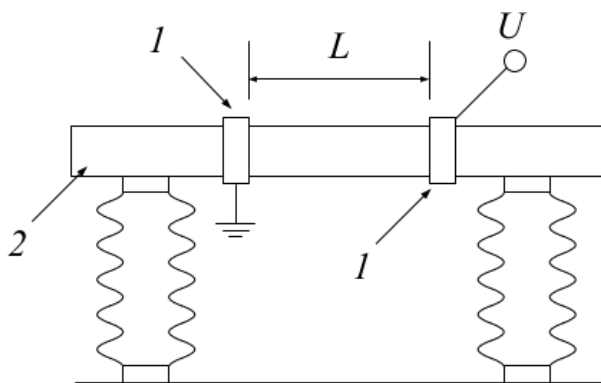

Figure 3 Рис. 3. Макет опорного изолятора
показанной на рис. 3. Электроды представляют собой металлические кольца 1. В качестве
- 3.1. Пользуясь устройством, показанным на рис. 3, определить разрядные напряжения по поверхности диэлектрика в зависимости от расстояния между электродами L . Размер L